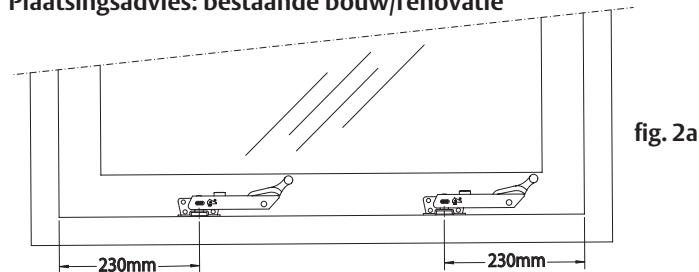

fig. 2a
- Bij een raam breder dan 150 cm dienen 2 combi-uitzeters toegepast te worden (zie fig. 2a).